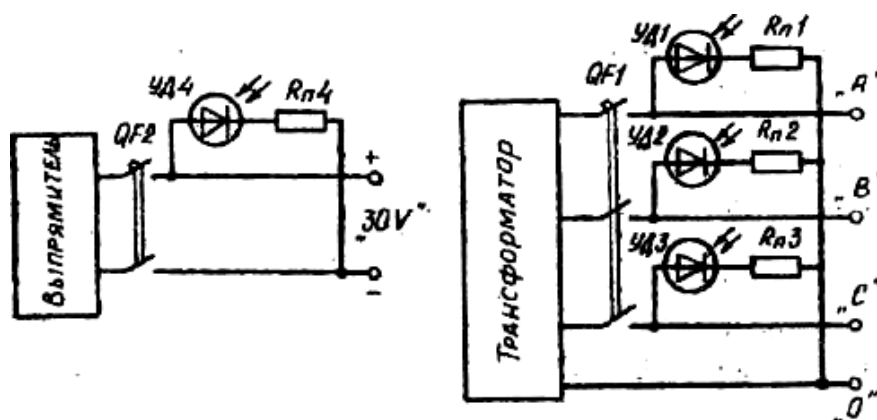

Рис. 1. Автоматические выключатели стенда «Уралочка»
2. Автоматический выключатель ОР2 с контрольным светодиодом УД4 «30У» (рис. 1) для включения и отключения постоянного тока напряжением 30 В к выходным гнездам.